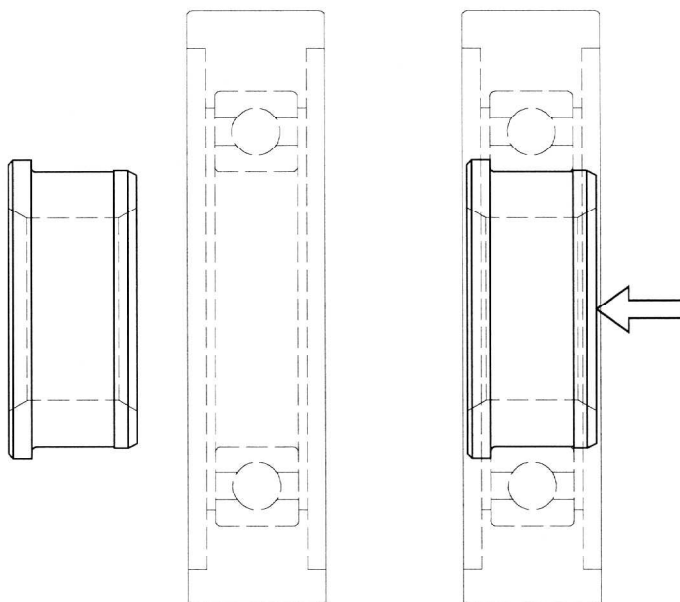

Fig. 15.2 – Dépose des bagues de guidage
- { Déposer la bague de guidage de chaque élément de guidage **(fig. 15.2)**.